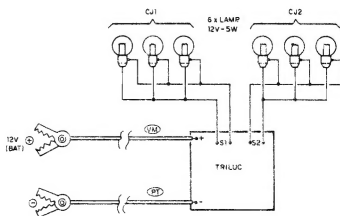

Fig. 5
- FIG. 5 - CONEXÕES EXTERNAS À PLACA - Nas ligações "da placa para fora", certamente o ponto mais importante refere-se aos cabos longos e polarizados (vermelho para o **positivo**, e preto para o **negativo**...) que tra-